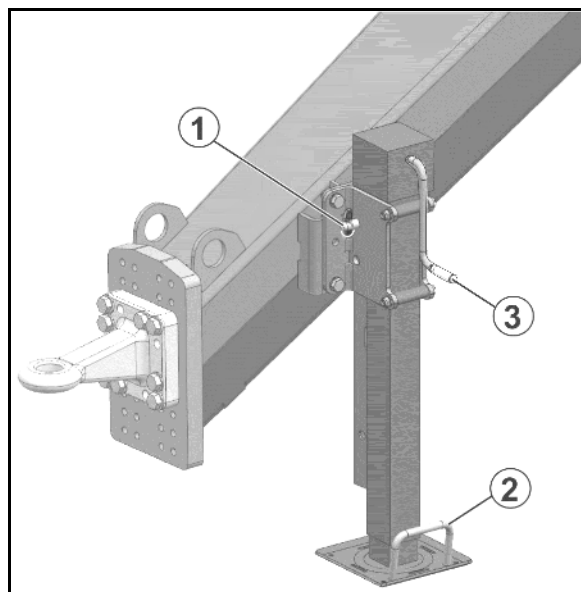

Fig. 55
1. Klappstecker lösen und Bolzen (Fig. 55/1) herausziehen.
2. Stützfuß mittels Griff (Fig. 55/2) anheben / absenken.
4. Stützfuß mit der Handkurbel (Fig. 55/3) weiter anheben / absenken.